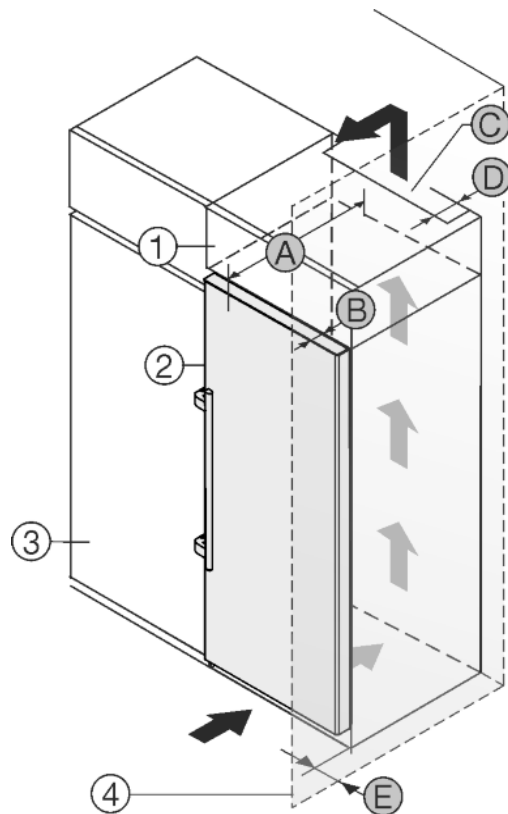

Fig. 20
Urządzenie może zostać obudowane szafkami kuchennymi. Aby dopasować urządzenie Fig. 20 (2) do wysokości ciągu szafek kuchennych, można nad urządzeniem umieścić szafkę nasadzaną Fig. 20 (1).
Urządzenie można ustawić bezpośrednio obok szafki kuchennej Fig. 20 (3). By móc całkowicie otworzyć drzwi, urządzenie musi wystawać przynajmniej o głębokość Fig. 20 (B) za front szafki kuchennej. W zależności od głębokości szafek kuchennych oraz od zastosowania elementów dystansowych urządzenie może wystawać jeszcze bardziej.
- Na tylnej ścianie szafki nasadzonej wymagany jest wywiewny kanał wentylacyjny o głębokości Fig. 20 (D) na całej szerokości szafki.
- Pod sufitem pomieszczenia należy zachować przekrój odpowietrzający Fig. 20 (C).
Jeżeli urządzenie będzie ustawiane z zawiasami do ściany *Fig. 20 (4)*, to pomiędzy urządzeniem i ścianą należy zachować odstęp *Fig. 20 (E)*. Na taką odległość wystaje klamka przy otwartych drzwiach.